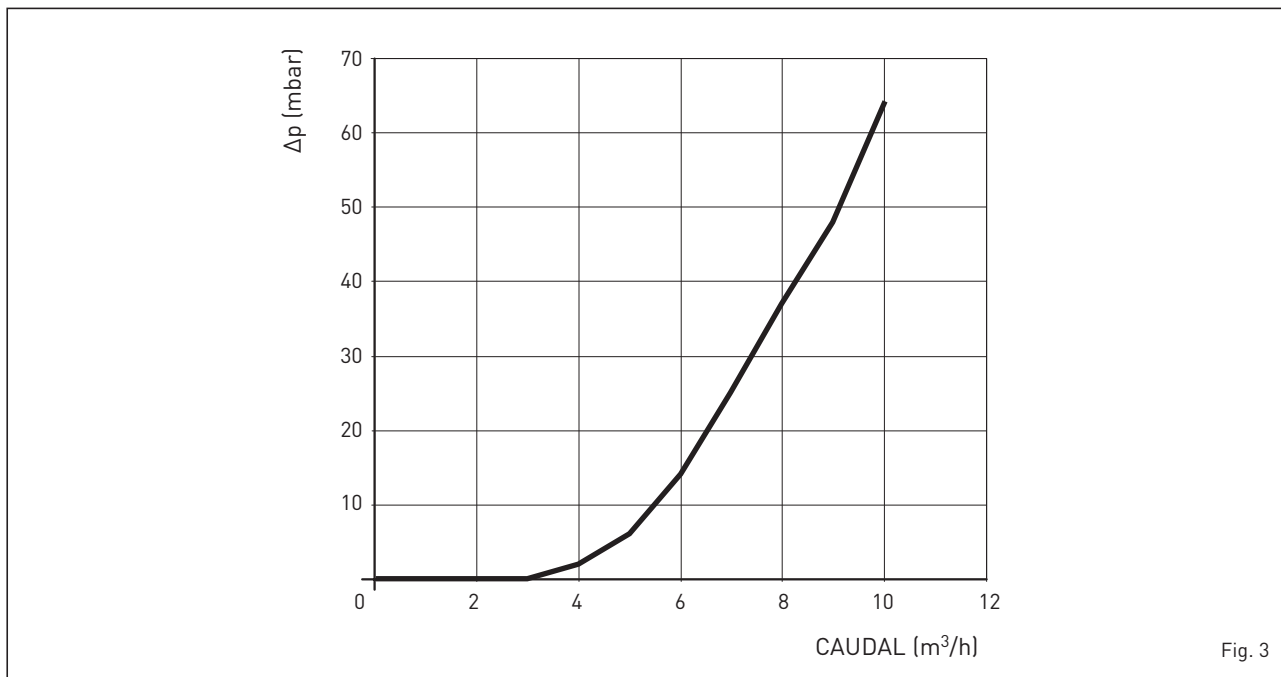

Fig. 3
1.5 PÉRDIDAS DE CARGA DEL COMPENSADOR HIDRÁULICO SUMINISTRADO BAJO PETICIÓN EN EL KIT CÓD. 8101550 (fig. 3)
1.6 PLACA DE DATOS TÉCNICOS (fig. 3/a)